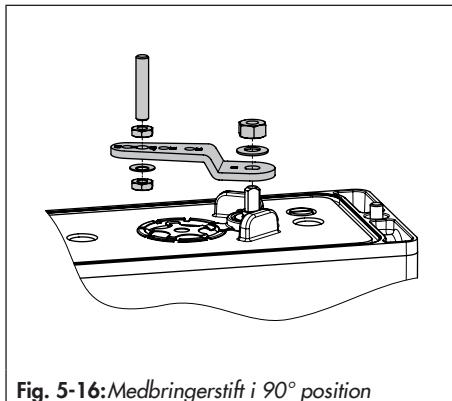
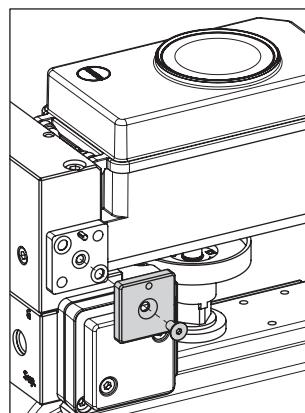

Fig. 5-16: Medbringerstift i 90° position
Fig. 5-18:Montering af drejepladen
2. Fastgør adapterblokken (1) til aktuatorens NAMUR-grænseflade med de fire spændeskruer (2).
3. Montér medbringerhjulet (3) på aktuatorens aksel. Brug den passende akseadapter (se Tabel 5-9 på side 5-43).
4. Sæt adapterkonsollen (4) på adapterblokken (1), og fastgør den med spændeskruerne (5).
5. Sæt medbringerstiften i, og fastgør den i 90° positionen på positionerens arm (se Fig. 5-16). Brug kun den lange medbringerstift indeholdt i monteringssættet.
6. Ret positioneren til på adapterkonsollen (1) sådan, at medbringerstiften går i indgreb med aktuatoren medbringerhjul (3).
7. Fastgør positioneren på adapterkonsollen (4) med spændeskruerne (6).
2. Fastgør adapterblokken (1) til aktuatorens NAMUR-grænseflade med de fire spændeskruer (2). Kontrollér, at tætningerne sidder korrekt.
3. Montér medbringerhjulet (3) på aktuatorens aksel. Brug den passende adapter (se Tabel 5-9 på side 5-43).
4. Sæt adapterkonsollen (4) på adapterblokken (1), og fastgør den med spændeskruerne (5). Kontrollér, at tætningerne sidder korrekt.
5. Sæt medbringerstiften i, og fastgør den i 90° positionen på positionerens arm (se Fig. 5-16 på side 5-20).
6. Ret positioneren til på adapterkonsollen (1) sådan, at medbringerstiften går i indgreb med aktuatorens medbringerhjul (3).
8. Montér type 3710 reverseringsforstærkeren (7) sammen med de to styrebøsninger (8) og terminalpladen (9) på adapterkonsollen med de tilhørende spændeskruer (10). Kontrollér, at tætningerne sidder korrekt.
10. Montér drejepladen mærket '**Dobbelt**' til dobbeltvirkende aktuatorer eller drejepladen mærket '**PST**' til enkeltvirkende aktuatorer med testning af partiel vandring. Se Fig. 5-18. Kontrollér, at tætningerne sidder korrekt.